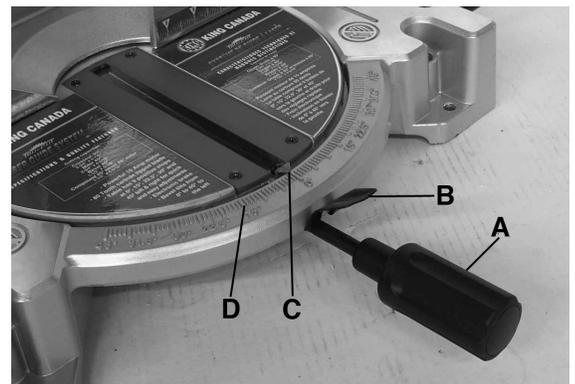

FIGURE 9
La scie à onglets coupe à n'importe quel angle à partir d'un angle droit (90°) jusqu'à 45° à droite ou à gauche. Il faut simplement desserrer la poignée de verrouillage de la table (A) Fig.9, appuyez sur le levier de verrouillage (B) et tournez la table avec la poignée de la table jusqu'à ce que l'indicateur (C) s'aligne avec l'angle voulu sur l'échelle (D). **AVERTISSEMENT: LA POIGNÉE DE VERROUILLAGE (A) DOIT ÊTRE SERRÉE LORS DE TOUTES LES OPÉRATIONS DE COUPE.**